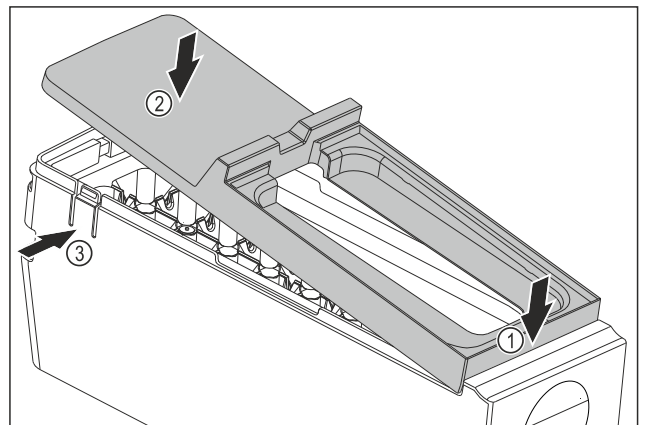

Fig. 174
- ▶ 安装 EasyTwist-Ice 机身的盖板: 放置盖板前部 Fig. 174 (1)。
- ▶ 降下盖板后部 Fig. 174 (2)。
- ▶ 盖板卡入到两个接片 Fig. 174 (3) 中, 可以听见声音。